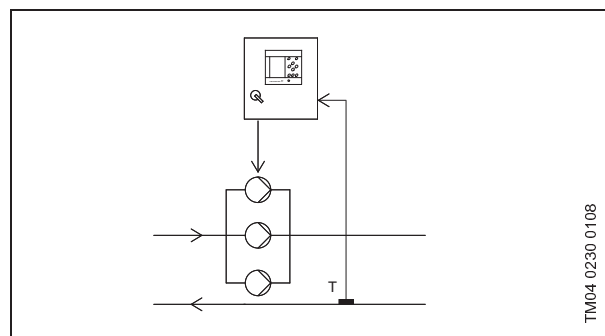

Fig. 13 Température de la tuyauterie de retour
- Température tuyauterie de retour avec un capteur, voir fig. 13.